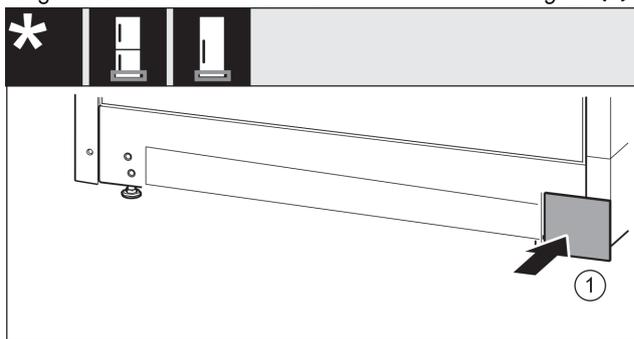

Fig. 15
- ▶ Remettre en place le cache de l'autre côté. *Fig. 15 (1)*